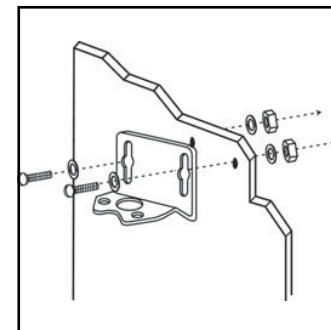

Figure 2
2. Pour installer en utilisant les vis et écrous de mécanique, retirer le tiroir de l'armoire adjacente et percer deux trous de 5,6 mm (7/32 po) de diamètre dans la paroi de l'armoire. Fixer le support du filtre au mur à l'aide des vis, écrous et rondelles. Utiliser des rondelles des deux côtés du mur. Fixer le filtre au panneau latéral de l'armoire lui assurera un support solide et rigide (figure 2). Pour installer à l'aide des vis à tôle, faire simplement pénétrer le poinçon à l'endroit indiqué (étape 1), placer le support en place et installer les vis avec le tournevis.